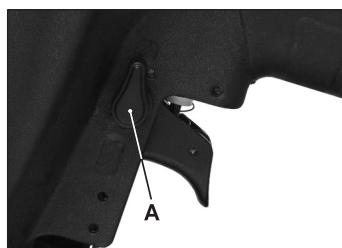

Рисунок 6
Для работы в этом режиме переведите со бачку селекторного переключателя (A) в положение «вверх» (рис. 6). Последовательный режим получил свое название от последовательности действий при забивании крепежа. Чтобы забить крепеж, оператор должен надавить контактной скобой на рабочую поверхность до упора и затем нажать